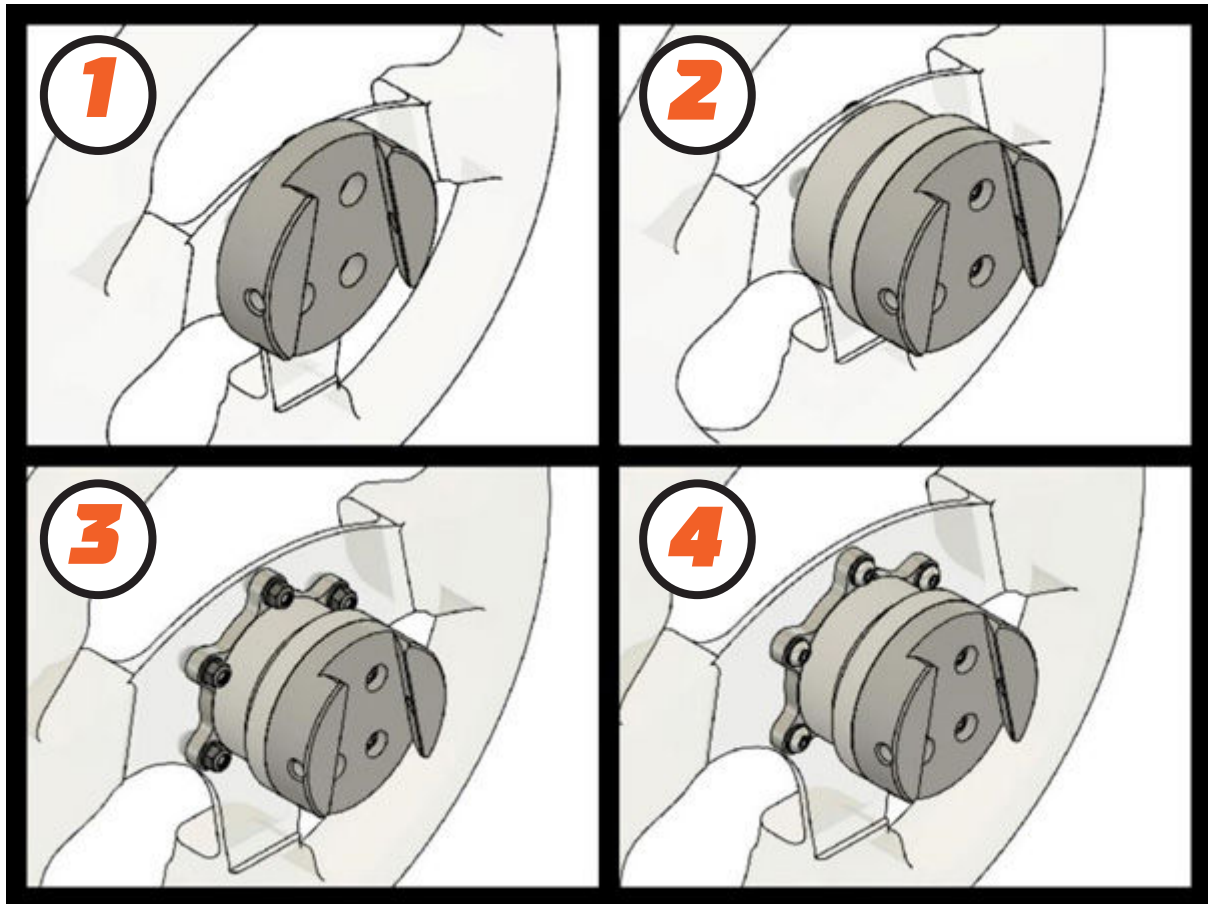

Abb. 7 SQR Montageoptionen
Die Standardkonfigurationen (Abbildung 7) umfassen (1) 50,8 mm PCD (Teilkreisdurchmesser) Frontmontage ohne Abstandsscheibe, (2) 50,8 mm PCD Front- und Rückmontage mit der Abstandsscheibe und (3+4) 70 mm PCD Front- und Rückmontage.